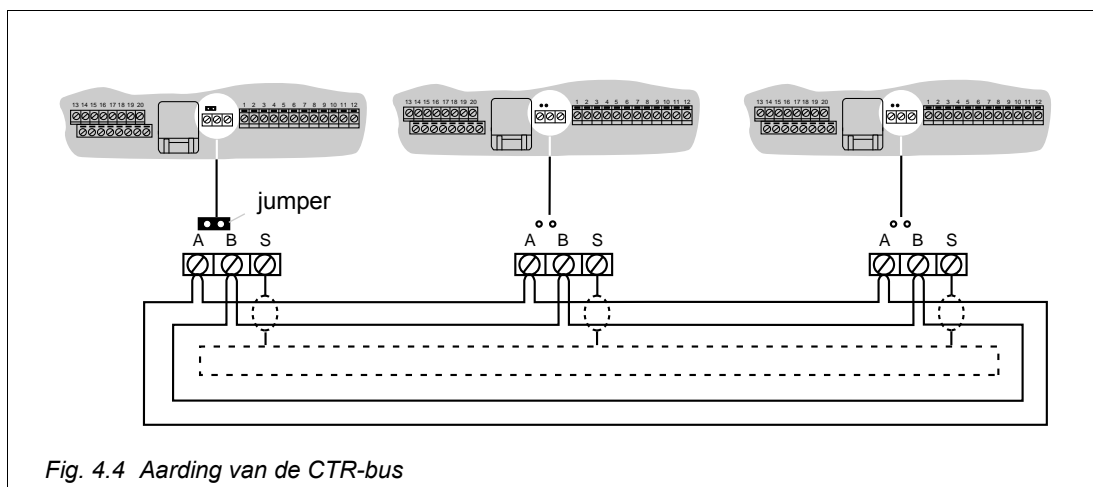

Fig. 4.4 Aarding van de CTR-bus
Alle Regelaars worden met behulp van een twee aderig afgeschermd kabel in een ring (CTR-bus) met elkaar verbonden (zie fig. 4.4).
2. Leg de CTR-bus aan aarde door het plaatsen van de jumper over de pennen boven de klemmen A en B (zie fig. 4.4).